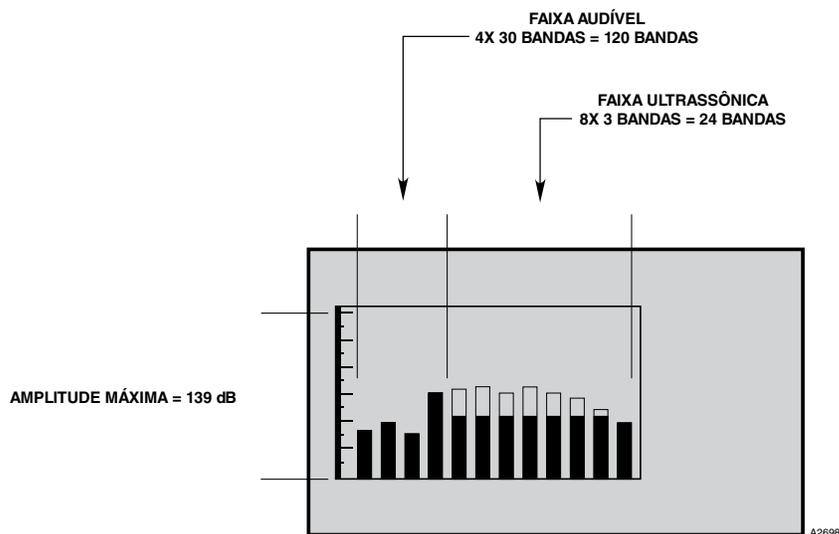

Figura 6-2 — A tela do UD10 usa 12 bandas para representar as 144 bandas do detector acústico FlexSonic
- As primeiras 4 bandas resumem a faixa audível (20 Hz - 20 kHz). Cada uma das primeiras 4 bandas representa um agregado de 30 bandas do espectro, em um total de 120 bandas. Veja a Figura 6-2.
O limite de alarme é resumido em 12 bandas usando o método descrito acima. A parte da banda que excede o limite de alarme é invertida (exibida em branco), conforme mostrado na Figura 6-2.